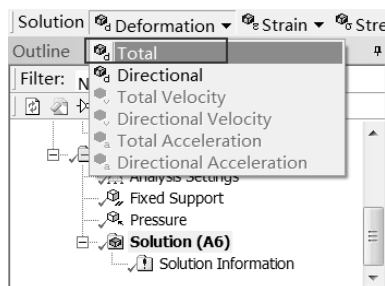

图 14-26 添加总变形选项
Step2：选择 Solution 工具栏中的 Deformation（变形） Total 命令，如图 14-26 所示，此时在分析树中会出现 Total Deformation（总变形）选项。